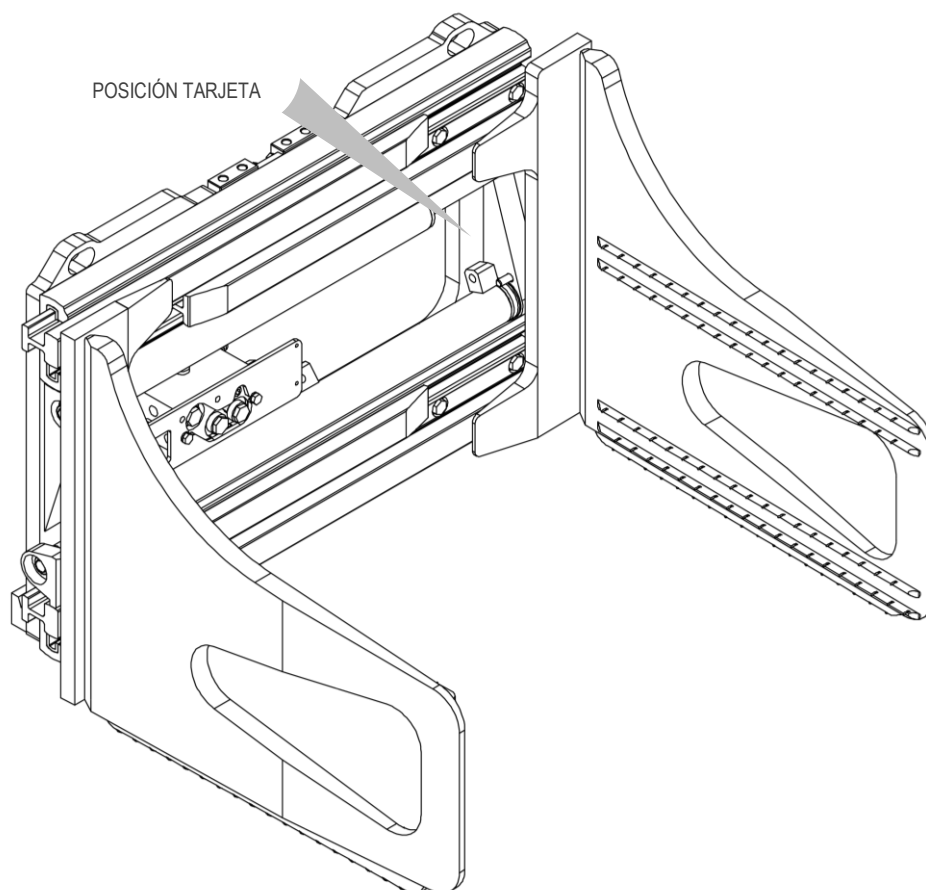

Figura 1
Todos los implementos A.T.I.B. - “PINZA PARA BALAS CON BRAZOS SUTILES TIPO 474.131 | PINZA PARA BALAS CON BRAZOS CAJADOS TIPO 474.130 | PINZA PARA GOMA ESPUMA TIPO 474.195” son identificados de una tarjeta adhesiva (mira *Tabla 1*) puesta sobre el implemento (mira *Figura 1*), siempre referirse a la matricula.
5. Para la manipulación, utilice correas o cadenas del tamaño adecuado para el peso del implemento indicado en la tarjeta (mira *Figura 1 y Tabla 1 a pag. 7*).
9. Conecte el circuito hidráulico; asegurándose de que la presión de trabajo de las tuberías sea superior o igual a la indicada en la tarjeta identificadora (mira *Figura 1* y *Tabla 1* a pag. 7).
6. Para la manipulación, utilice correas o cadenas del tamaño adecuado para el peso del implemento indicado en la tarjeta (mira *Figura 1* y *Tabla 1* a pag. 7).